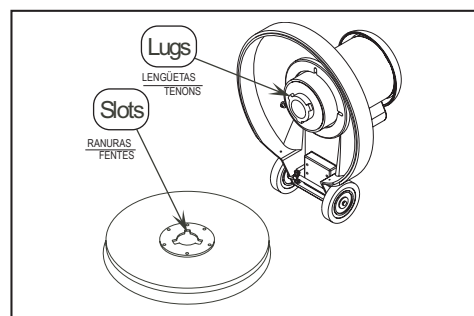

Figure 2
1. Alignez les tenons sur les fentes correspondantes dans le plateau, et tournez le plateau dans le sens inverse des aiguilles d'une montre pour le bloquer fermement en place (figure 2). Pour retirer le support de plateau, tournez-le fermement et rapidement dans le sens des aiguilles d'une montre.